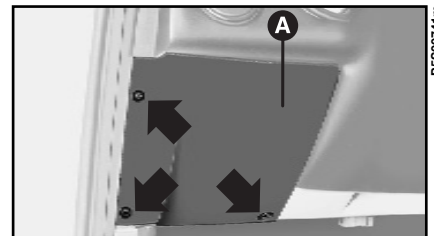

fig. 29
- 2) togliere il riparo **A-fig. 29**. Al rimontaggio, inserire correttamente il riparo sotto la guarnizione della porta.